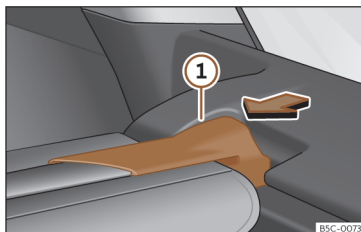

Fig. 176 En el maletero: desmontar la bandeja.
- Presione el soporte de la bandeja >>> **fig. 176 ①** en el sentido de la flecha.
- Encaje el soporte de la bandeja >>> **fig. 176 ①** en el alojamiento del otro lado.